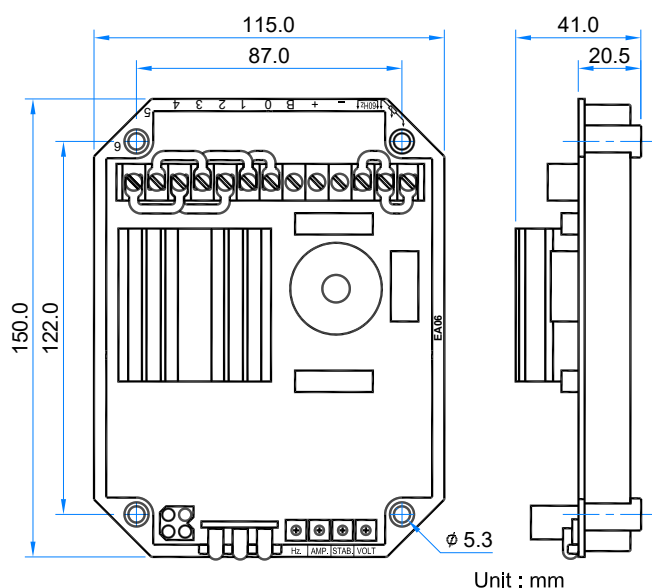

図 1 寸法図
1. 電圧調整器は、発電機セットの任意の適切な位置に取り付け可能であり、その外形および取付穴寸法は図 1 に示します。
3.2.1 各入力は 220V(中心値) で、3 組の入力は相互に独立しており、Y または Δ 接続で発電機の出力端 (例 : R-T、T-S、S-R) に接続できます。図 1 および図 5 のように、3 組を並列接続することで単相測定も可能です。